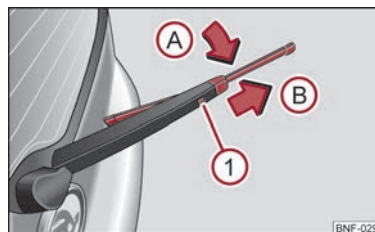

Bild 31 Torkarblad till bakrutan
- Höj upp vindrutetorkarmen från bakrutan och bänd vindrutetorkbladet något i riktning mot torkarmen, pil A ⇒ bild 31.
- Lås med andra handen upp spärren ① och ta av vindrutetorkbladet i pilens riktning B.